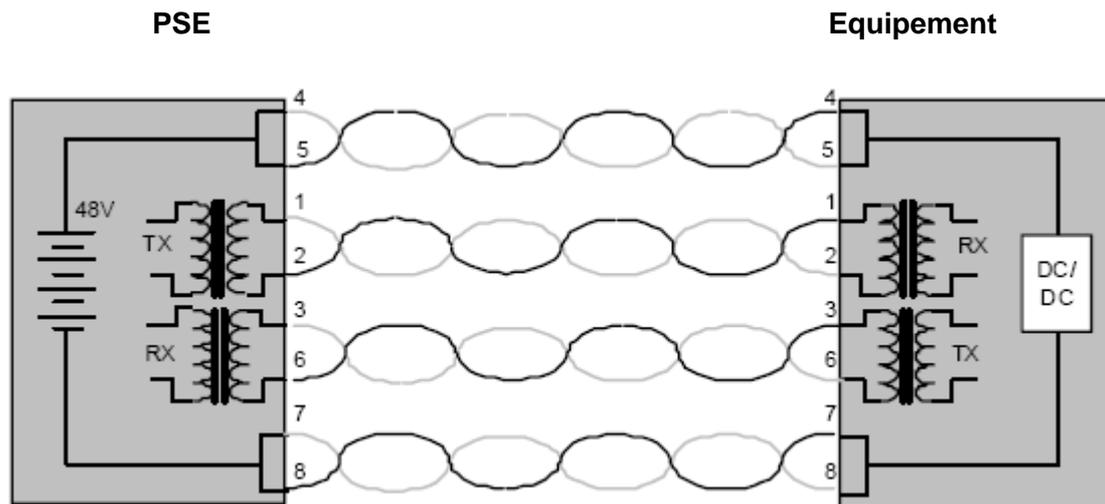

Figure 1 – puissance par le câble sur les paires disponibles
- **Les paires disponibles sont utilisées** : La figure 1 montre la paire sur les bornes 4 et 5 reliées ensemble et formant la liaison positive, et la paire sur les bornes 7 et 8 reliées et formant la liaison négative. (en fait, un changement tardif de la norme permet l'inversion des polarités).
Sur la figure 1, le hub de « MidSpan » est l'équipement de source de puissance, et le téléphone VoIP, les points d'accès sans fil, et la caméra réseau sont les équipements clients.